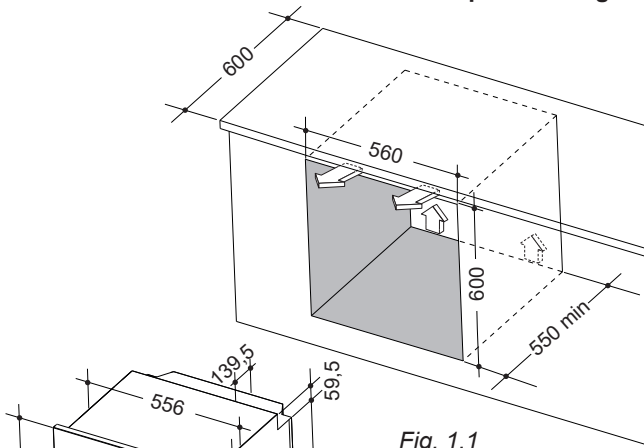

Fig. 1.1
- Per l'installazione é necessario creare un vano come illustrato nelle figure 1.1 e 1.2. La base del forno deve essere fatta appoggiare su dei supporti resistenti al peso.
È molto importante assicurare la necessaria ventilazione interna, creando dei canali di aerazione come illustrato nelle figure 1.1, 1.2, 1.3 e 1.4.